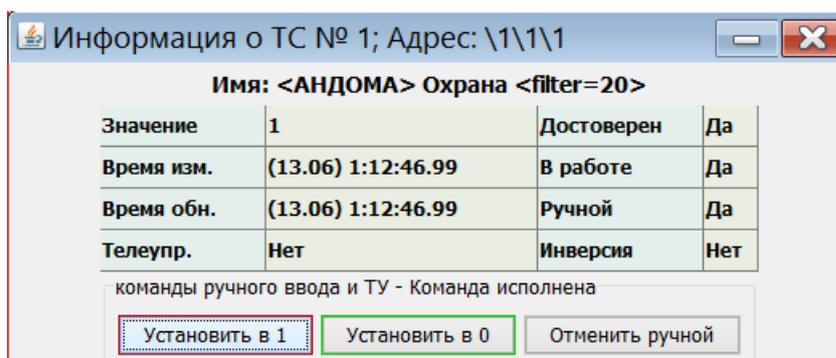

Рисунок 15 – Окно «Информация о ТС» после ручного ввода значения ТС
- в окне «Информация о ТС» значение ТС будет обновлено. Также перед группой командных кнопок будет выведено сообщение «команды ручного ввода и ТУ – Команда исполнена» (см. рисунок 15).